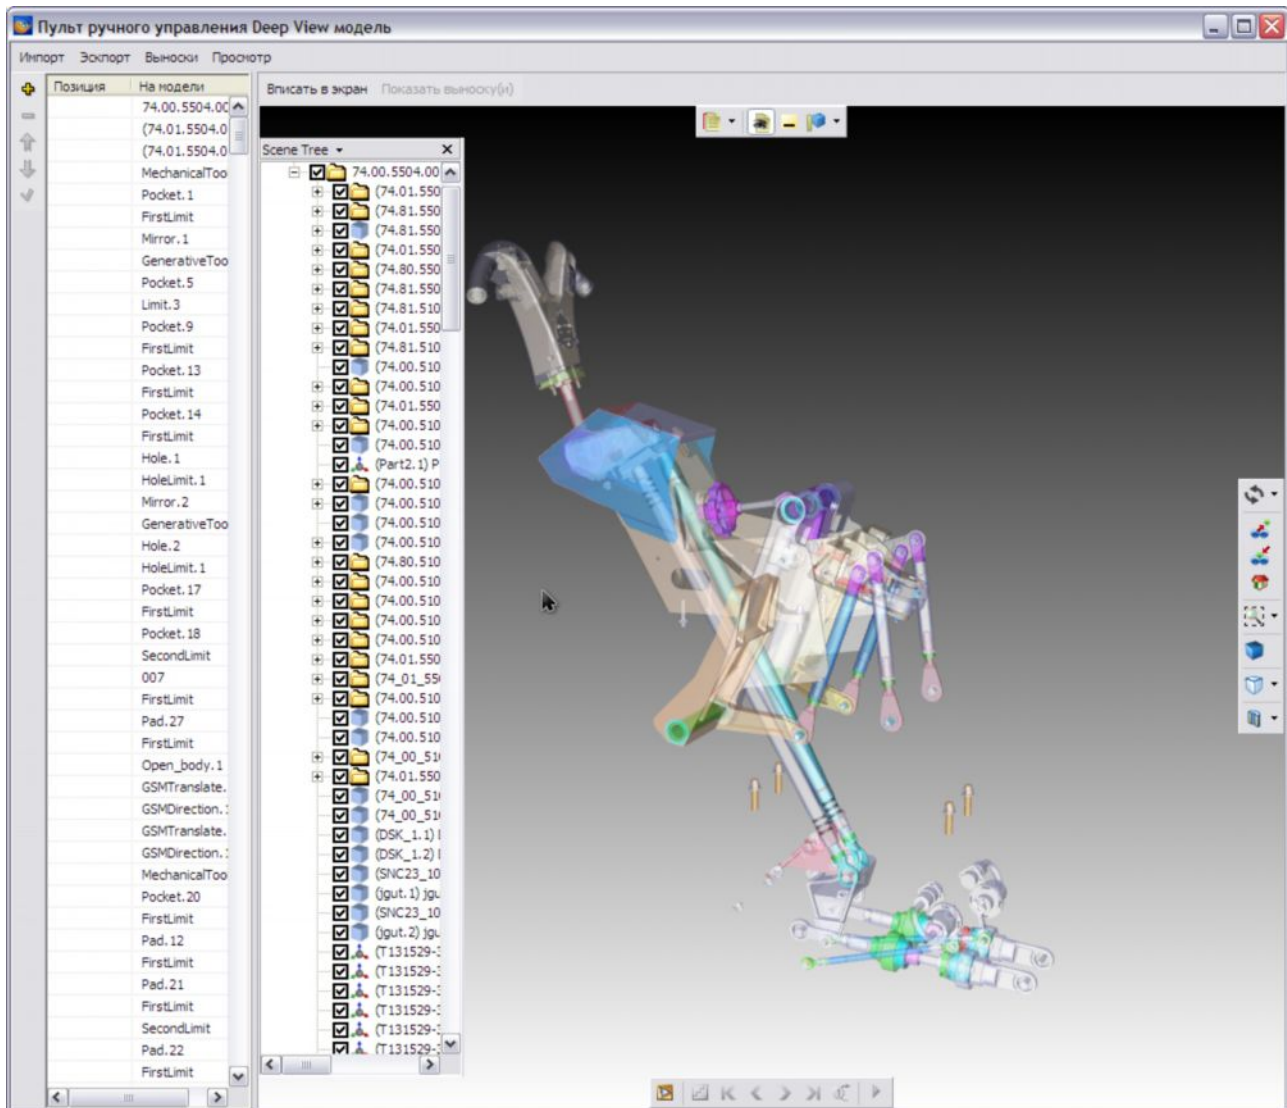

Рис. 4.59
- В меню **Импорт** выберите пункт **Импортировать выноски из модели**. При этом происходит перенос всех значений из окна **Scene Tree** в столбец **На модели** левого окна (Рис. 4.59).